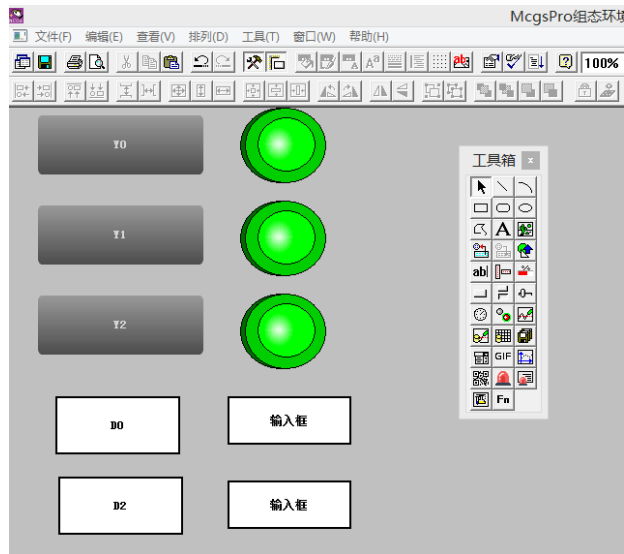

图 4.2.8
④输入框：单击工具箱中的“输入框”构件，在窗口按住鼠标左键，拖放出两个一定大小的输入框，分别摆放在 D0、D2 标签的旁边位置，如图 4.2.8 所示。